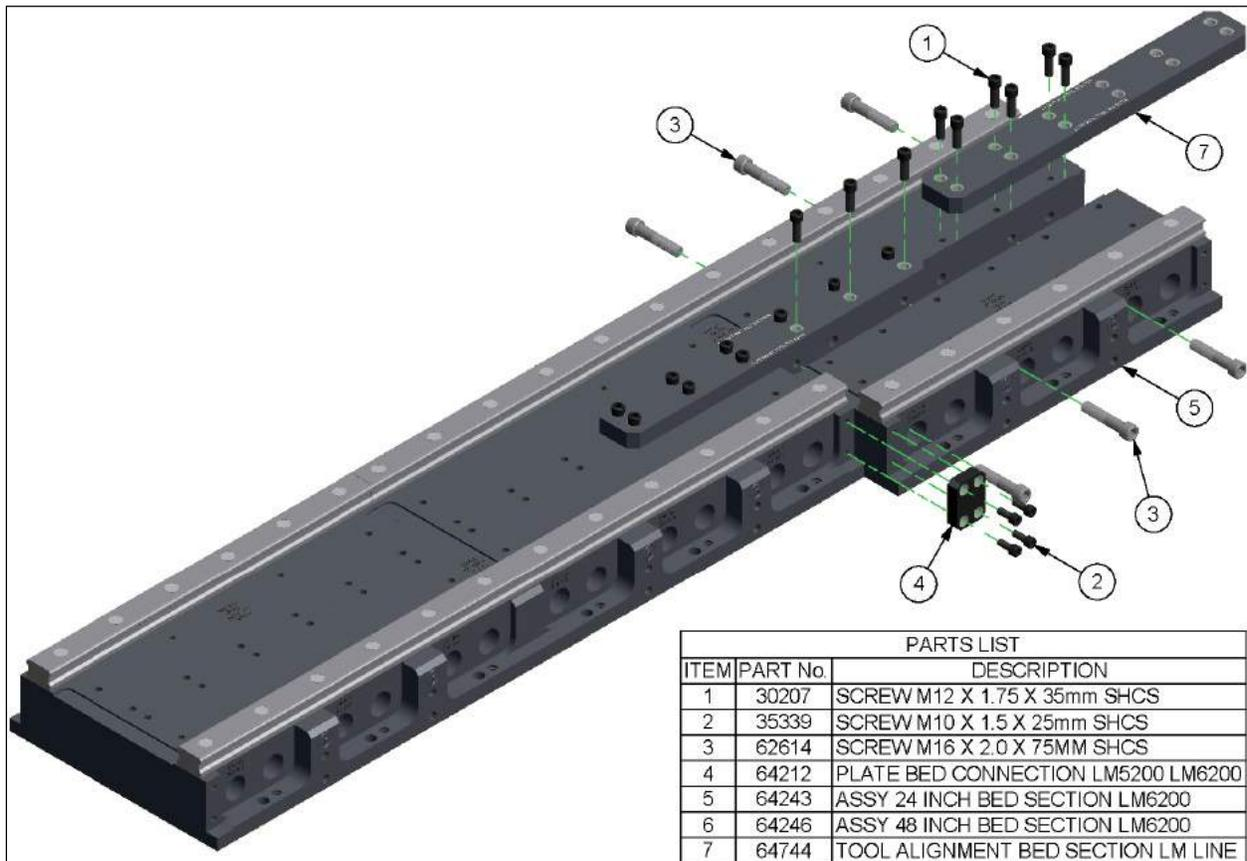

Abbildung 4
10. Bringen Sie den nächsten 24“-Abschnitt in Position und drücken Sie ihn gegen die anderen Abschnitte, wie in Abbildung 4 gezeigt. Die 6x M16-Befestigungselemente (Pos. 3) und montieren und mit 13,5 Nm (10 ft-lb) anziehen. Lösen Sie sie dann vollständig, und ziehen Sie sie wieder an, bis sie gerade Kontakt haben.
11. Legen Sie das zweite Ständerausrichtwerkzeug (Pos. 7) wie in Abbildung 4 gezeigt auf die Abschnitte. Die Befestigungselemente zuerst an den montierten Abschnitten mit 88 Nm (65 ft-lb) anziehen. Dann die Befestigungselemente am neuen Abschnitt mit 88 Nm (65 ft-lb) anziehen.
13. Eine Ständerverbindungsplatte (Pos. 4) wie in Abbildung 4 dargestellt montieren und die Befestigungselemente mit 54 Nm (40 ft-lb) anziehen.